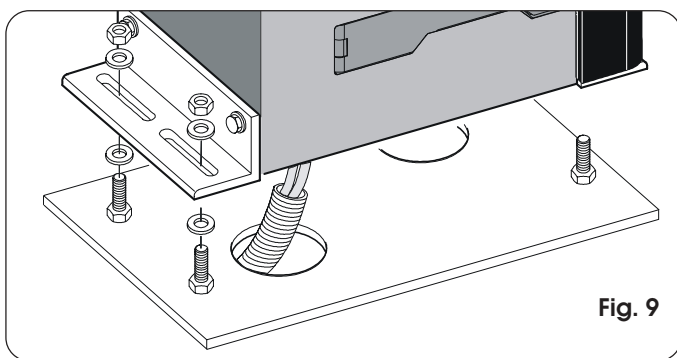
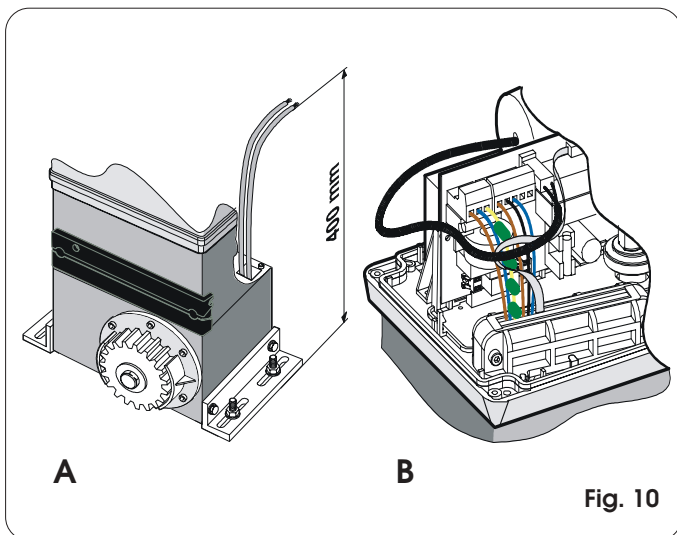

Fig. 9
Fig. 10
- 3) Coloque el operador sobre la placa, utilizando las arandelas y tuercas suministradas en dotación, como se indica en la Fig. 9. Durante dicha operación haga pasar los cables a través del específico conducto situado en el semicuerpo inferior del operador (Fig. 10 - Ref. A). Para acceder al equipo electrónico, haga pasar los cables a través del específico orificio, utilizando para ello el sujetacables con goma suministrado en dotación. Preste especial atención a desvairar todos los cables, a fin de que el sujetacables sólo apriete los hilos (Fig. 10 - Ref. B).